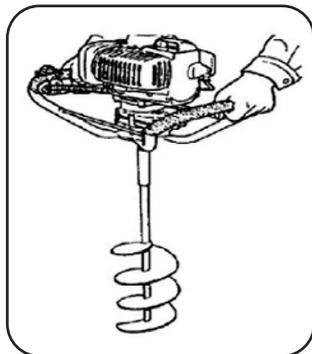

Рисунок 6.3.
1. Крепко держите рукоятку двумя руками, чтобы аппарат не нарушил Ваше равновесие. (Рис.6.3.)